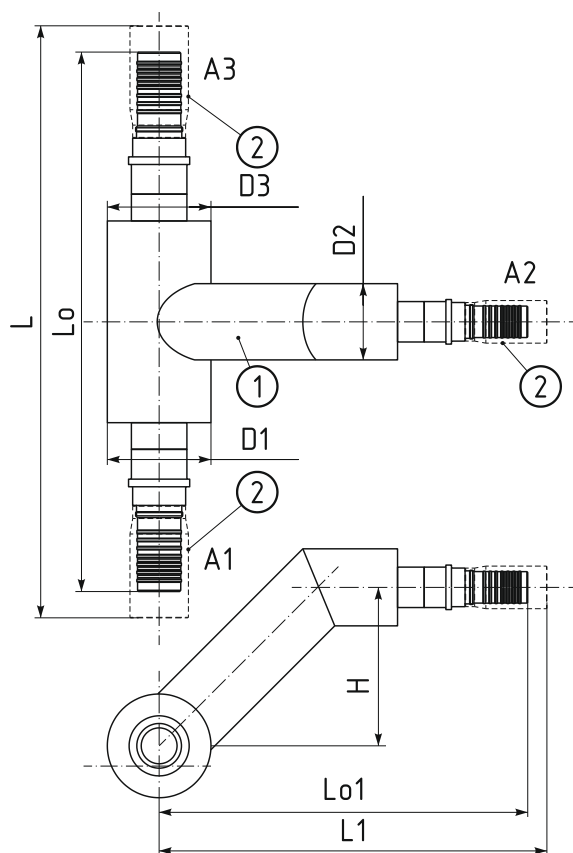

Рис. 2.8.1. Тройник угловой КОРДФЛЕКС.PRO
- тройник угловой ПОЛИМЕРТЕПЛО.PRO KORDFLEX (см. рис. 2.8.1) – для труб КОРДФЛЕКС;